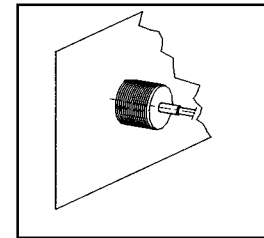

Fig. 2 : Nez de fibre
- Visser à fond le nez de fibre dans l'orifice placé sur la partie gauche de la face avant (Fig. 2),